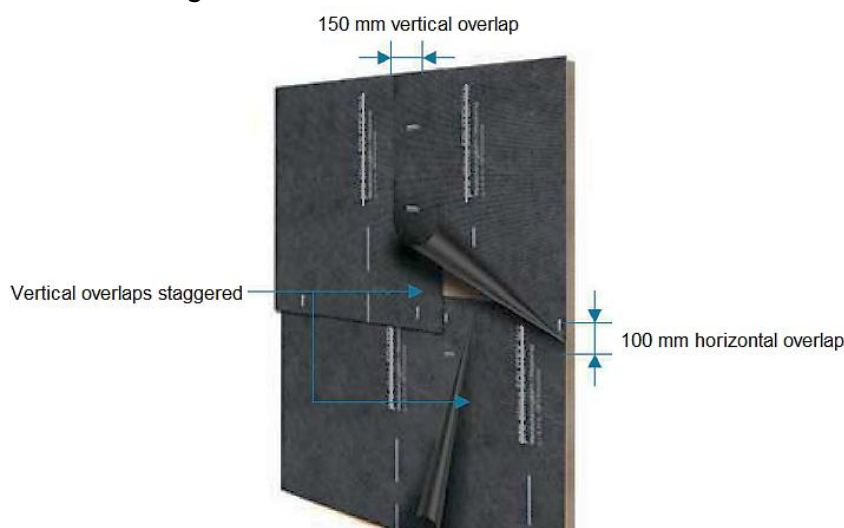

Figura 3 - Membrana Effisus Breather FR-B – Juntas superpuestas.
- Las juntas verticales deben solaparse al menos 150 mm y estar escalonadas o desplazadas siempre que sea posible (véase la figura 3).